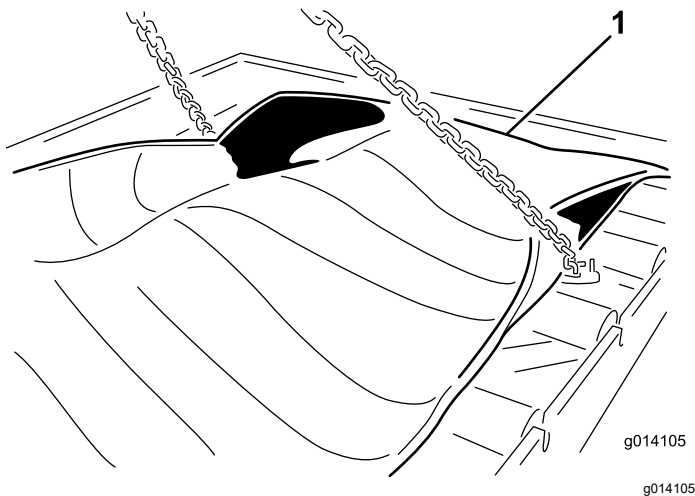

Bild 54
23. Entfernen Sie die 24 Schrauben, um den Einsatz zu lösen (Bild 54).